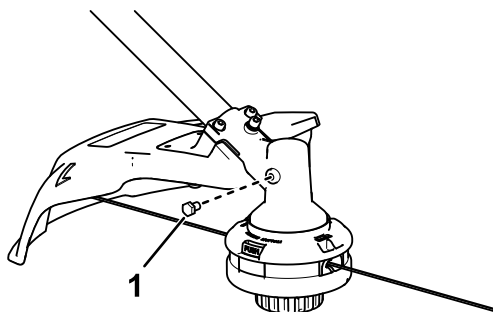

Figure 15
3. Retirez le bouchon sur le côté de la débroussailleuse (Figure 15).